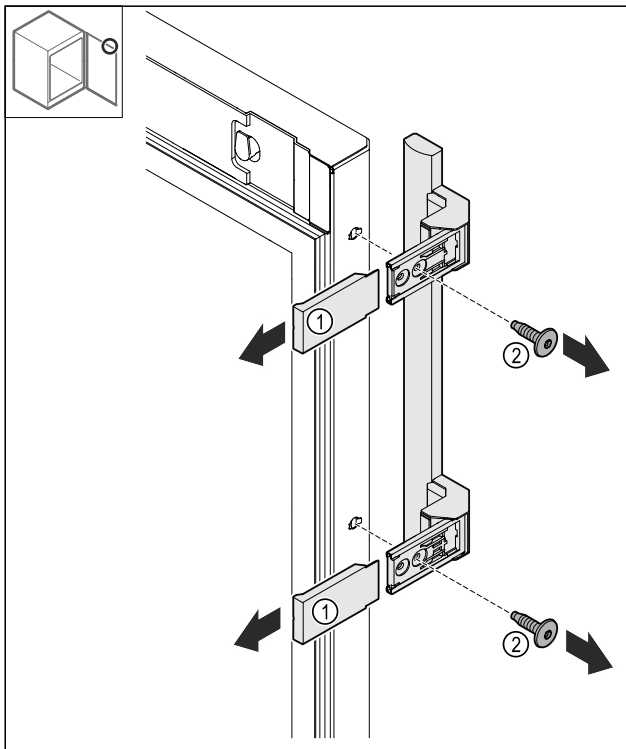

Fig. 18
- ▶ Abdeckungen Fig. 18 (1) abziehen.
- ▶ Schrauben Fig. 18 (2) lösen.